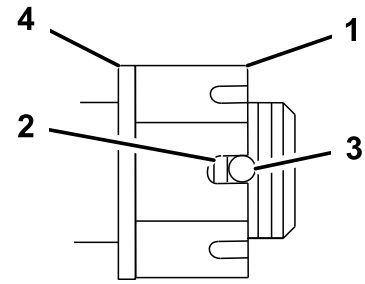

Bild 54
4. Ziehen Sie die Schlitzmutter mit 170 Nm an (Bild 54).
5. Überprüfen Sie den Abstand vom unteren Schlitzende in der Mutter zur Innenkante der Öffnung. Es sollten maximal zwei Gewinde sichtbar sein (Bild 54).
7. Ziehen Sie die Schlitzmutter mit 170 Nm an (Bild 54).
8. Ziehen Sie die Mutter an, bis die nächste Schlitzreihe auf einer Linie mit der Öffnung im Schaft liegt (Bild 54).